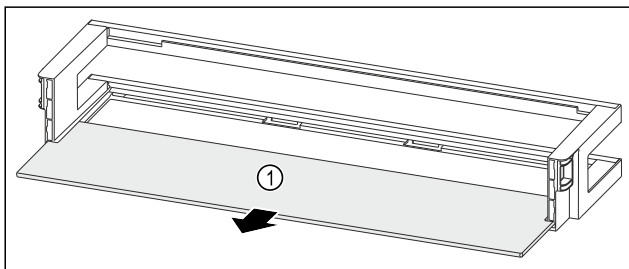

Fig. 96 Deurrek met draagplateau
- Draagplateau Fig. 96 (1) verwijderen.